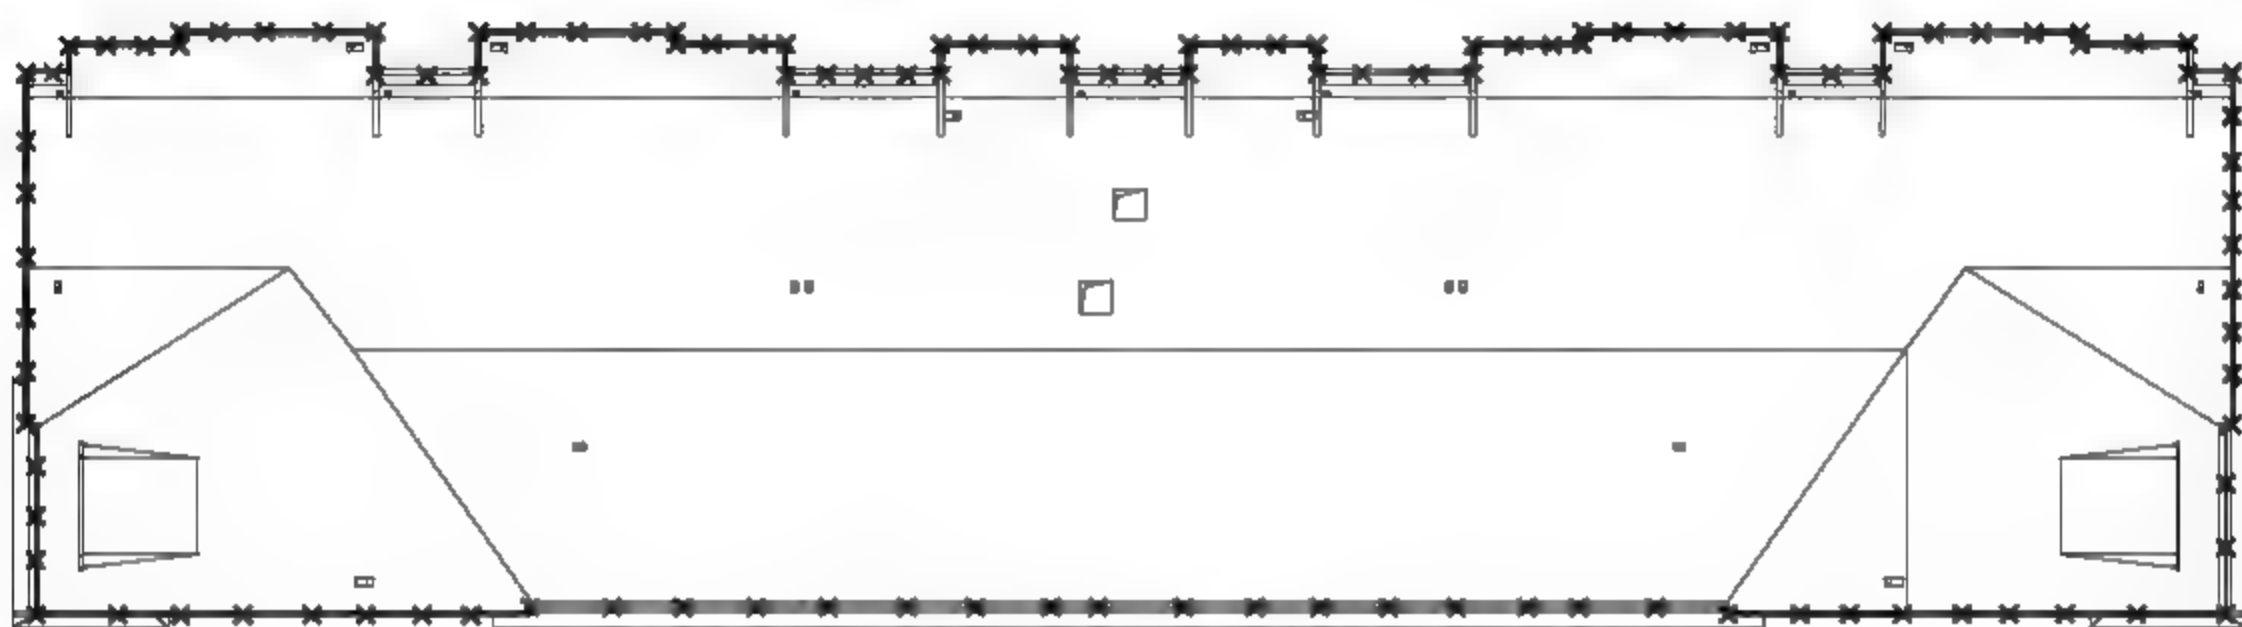

图12-25 绘制支持卡
**02** 按Enter键，重复调用PL【多段线】命令，在接闪线上绘制相交斜线来表示支持卡，结果如图12-25所示。